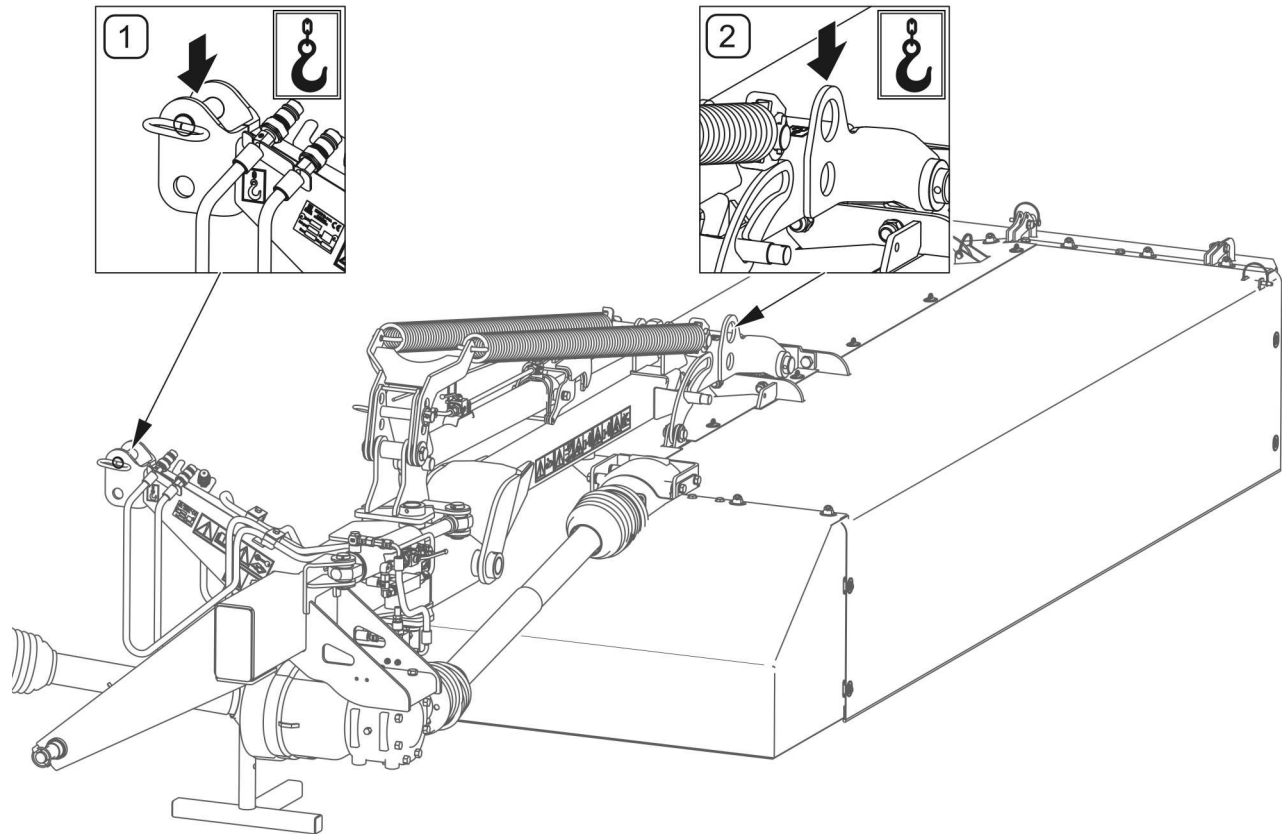

BILD 1.3A Transportgriffe
Die Maschine soll an die Hebezeuge an den für diesen Zweck bestimmten Stellen angeschlagen werden (BILD 1.3/BILD 1.3A), d.h. an Bolzen (1) an zentralen Verbinder sowie Transportauge (2). Beim Anheben der Maschine soll man besondere Vorsicht walten lassen aufgrund des möglichen Kippens der Maschine sowie Risiko der Verletzungen durch herausragende Maschinenteile. Um die angehobene Maschine in korrekter Richtung zu halten, wird empfohlen, ein zusätzliches Abspannseil zu verwenden. Während der Umladevorgänge ist besonders zu beachten, dass die Lackschicht der Maschine nicht beschädigt wird.